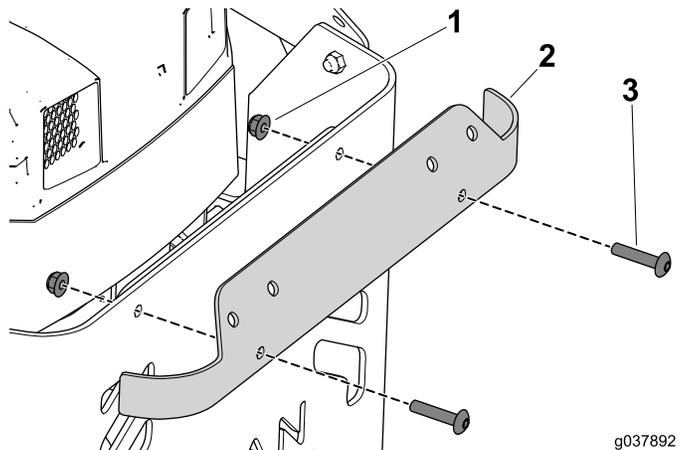

Bild 10
- Entfernen Sie die Schrauben und Muttern, mit denen die obere Zierleiste an der Maschine befestigt ist (Bild 10).